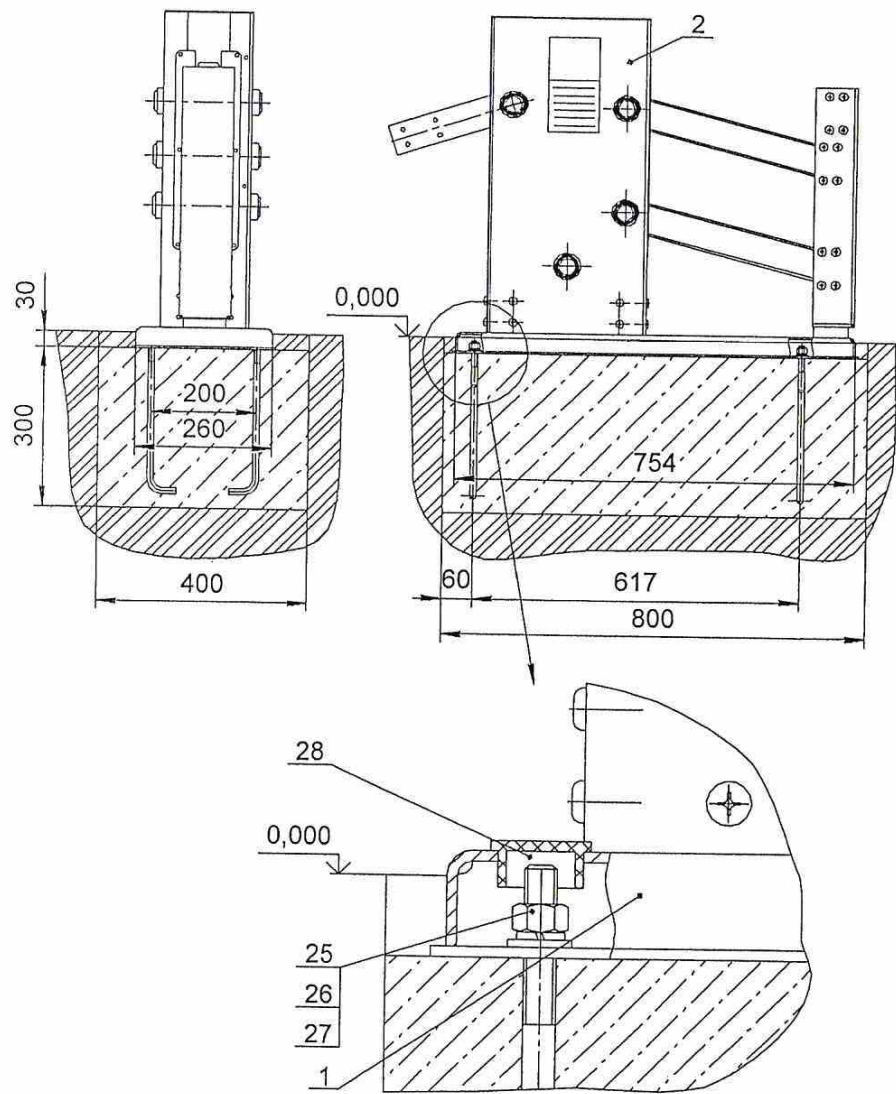

Рис.4
10.3.2 Убедиться в сухости и прочности залитого бетона. Установить платформу со стойкой (поз. 1; 2) на анкерные болты и закрепить, установить заглушки поз.28 (рис.4):